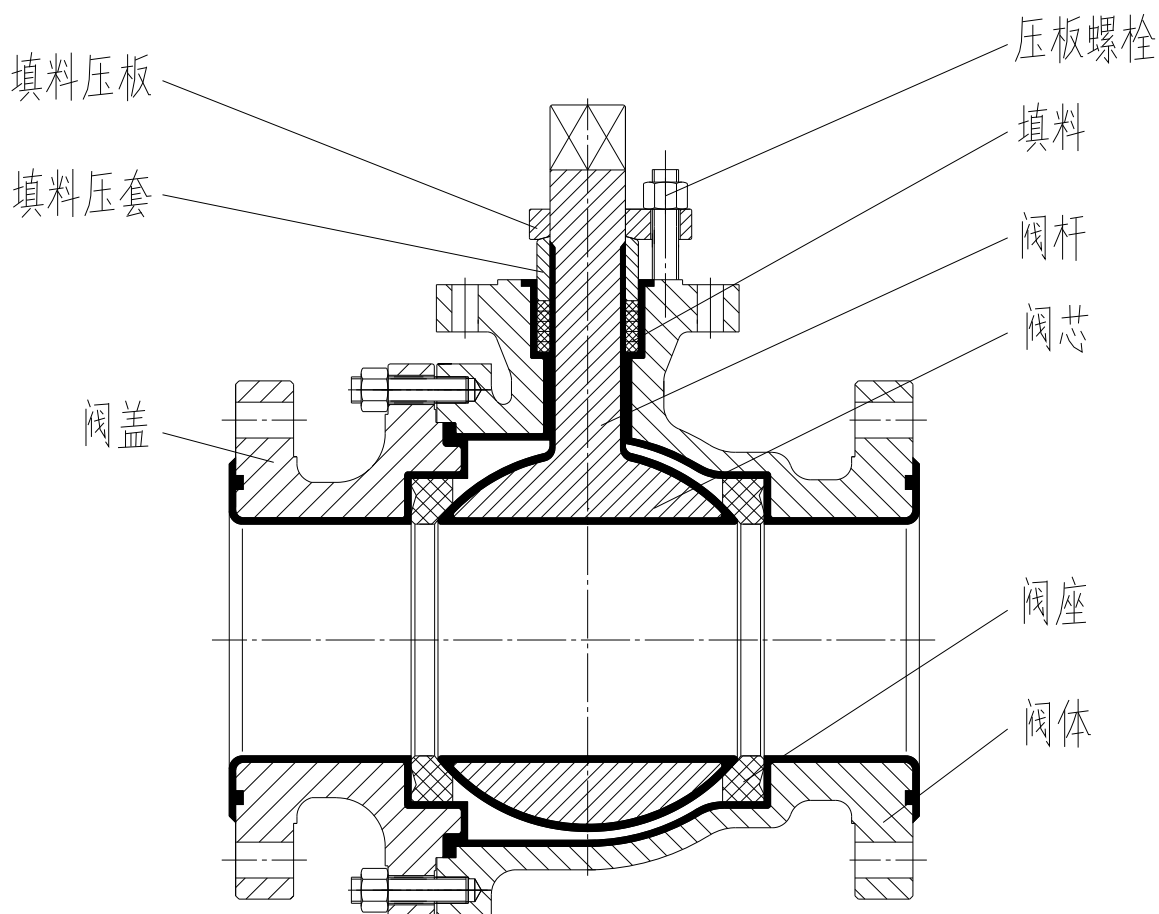

图 1 衬里球阀结构图
3.1 衬里球阀采用全衬或半衬结构，采用靠背式阀座，阀芯为浮动式。阀门结构见图 1。